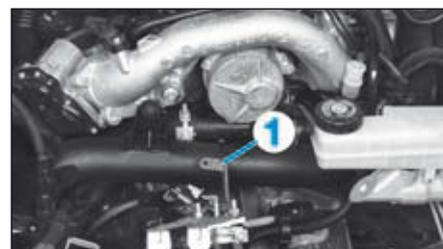

FIG.22
- le conduit d'échangeur air/air (1) (Fig.22).